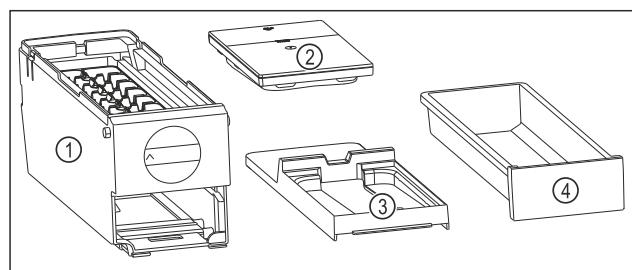

Fig. 143 Составные части EasyTwist-Ice
- EasyTwist-Ice разобран на четыре части. (см. Fig. 143)
- Разбирайте EasyTwist-Ice только на составные части, представленные на рисунке. (см. Fig. 143)
- Очищайте корпус EasyTwist-Ice Fig. 143 (1) как цельное устройство.